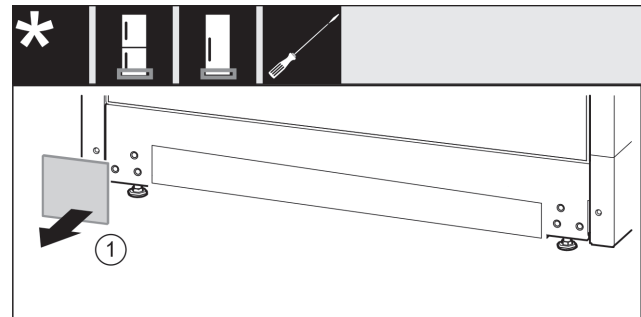

Fig. 11
- ▶ Abdeckung abnehmen. Fig. 11 (1)